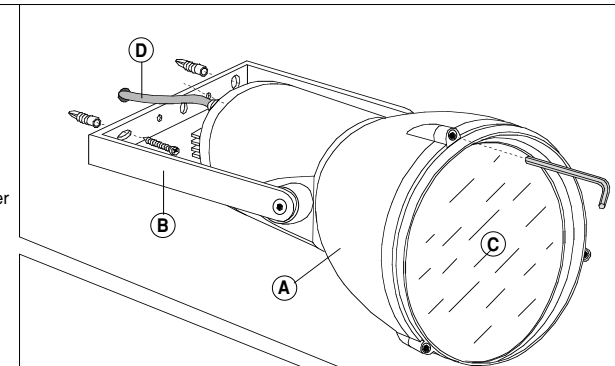

FIG.1
- Mantenere il grado di protezione IP66 nel punto di connessione tra apparecchio e rete e a carico dell'installatore. **FIG.1**
- Allentare con l'apposita chiave a brugola le viti di serraggio dell'anello di chiusura **C.FIG.1**
- The fitter is responsible for maintaining the protection rating IP66 at the point where the apparatus and network connect. **FIG.1**
- Loosen the screws on the locking ring using an Allen wrench **C.FIG.1**
- Le maintien du degré de protection IP66 à l'endroit de connexion entre l'appareil et le réseau est à charge de l'installateur. **FIG.1**
- Détendre les vis de serrage de la bague de serrage avec la clé Allen appropriée **C.FIG.1**
- Die Schutzart IP66 im Anschlusspunkt zwischen Apparat und Netz beibehalten, dies ist Aufgabe des Installateurs. **ABB.1**
- Mit dem eigens dafür vorgesehenen Inbusschlüssel die Klemmschrauben des Verschlussrings **C** lockern. **ABB.1**